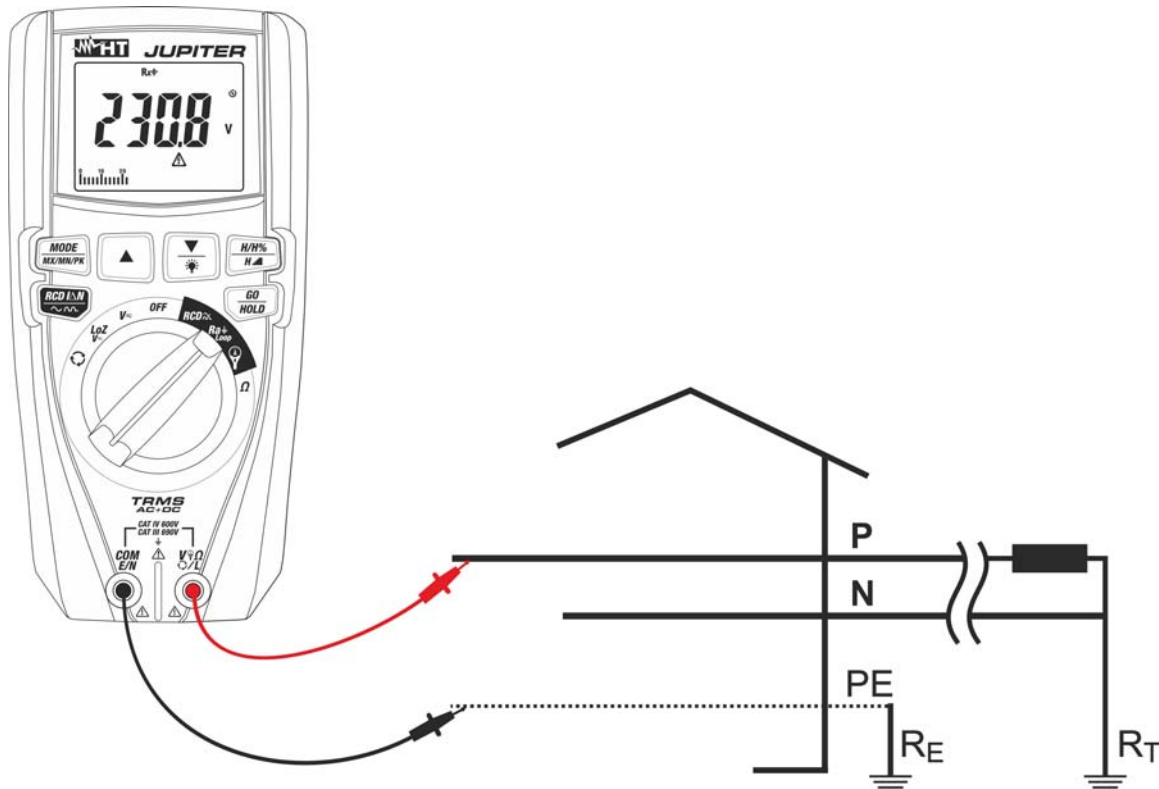

Fig. 24: Utilisation de l'instrument pour mesurer l'impédance de Loop L-PE avec embouts.
6. **Pour mesurer la Loop L-PE** si on utilise les embouts de mesure, introduire le conducteur rouge dans la borne d'entrée $V\Omega L$ et le conducteur noir dans la borne d'entrée **COM/E/N** puis connecter l'instrument à l'installation sous test (voir Fig. 24). La valeur de la tension Phase-Terre apparaît à l'écran.